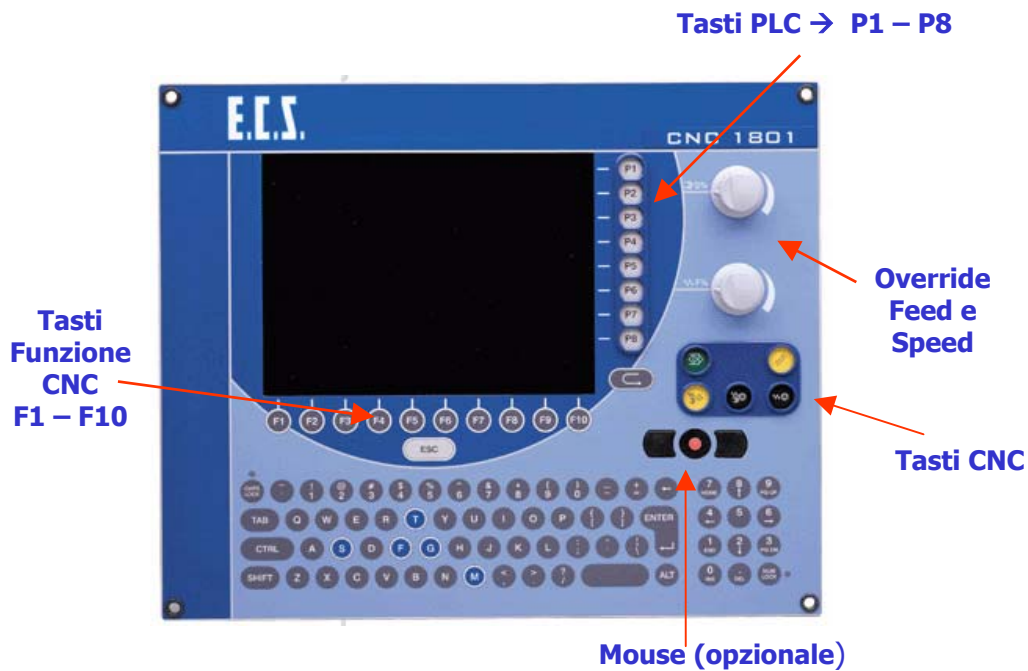

FIG. 2-1 Pannello Operatore Monolitico con TFT da 10,4"
- **“Monolitico”** ovvero che integra in un unico modulo sia la tastiera a membrana che un TFT da 10,4” (Vedi **FIG. 2-1**). Questo tipo di pannello è esclusivamente collegabile al **CNC 1802**. Il pannello è dunque caratterizzato da dimensioni contenute ed elevato livello di protezione (**IP-64**).
Come si può notare dalla **FIG. 2-1** nel Pannello Operatore “**Monolitico**” del **CNC 1801** sono presenti due manopole per la regolazione dell'Override **Speed** e **Feed**. Tali regolazioni, per consentire una buona risoluzione, sono realizzate tramite 2 potenziometri lineari.